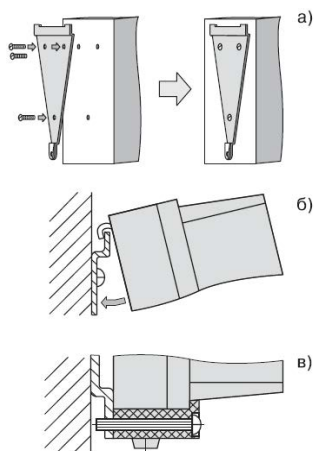

Рис. 7.1 – Установка прибора настенного крепления
- 1) Закрепите кронштейн тремя винтами М4 на поверхности, предназначенной для установки прибора (см. Приложение А и рисунок 7.1, а).
- 2) Зацепите крепежный уголок на задней стенке прибора за верхнюю кромку кронштейна (рисунок 7.1, б).
- 3) Прикрепите прибор к кронштейну винтом М4 × 35 из комплекта поставки (рисунок 7.1, в).